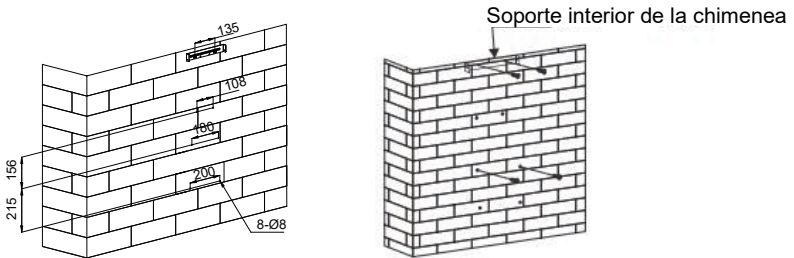

Imagen 2
3. Después de decidir la altura de montaje de la campana extractora, perfore 8 orificios de $\varnothing 8$ mm en las posiciones adecuadas de la pared e inserte los tacos en los orificios para fijar la unidad principal y el soporte interior de la chimenea. La posición fija del soporte interior de la chimenea es el lugar más alto de esta última. Véase la imagen 2.
4. Una vez confirmada la altura de instalación, introduzca 2 tornillos ST4x30 mm en los tacos. A continuación, fije el soporte interior de la chimenea con 2 tornillos ST4x40 mm. Asegúrese de que la unidad principal permanezca nivelada. Véase la imagen 2.